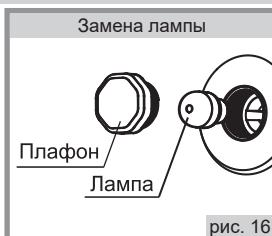

рис. 16
1. Открутить защитный стеклянный плафон (рис.16);